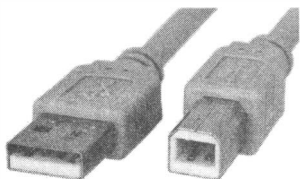

Рис. 4.7. Кабель для Arduino UNO и Arduino Mega
- ♦ для Arduino UNO R3 и Mega — это кабель с разъемом под USB-принтер с одной стороны и стандартным USB-разъемом с другой (рис. 4.7);